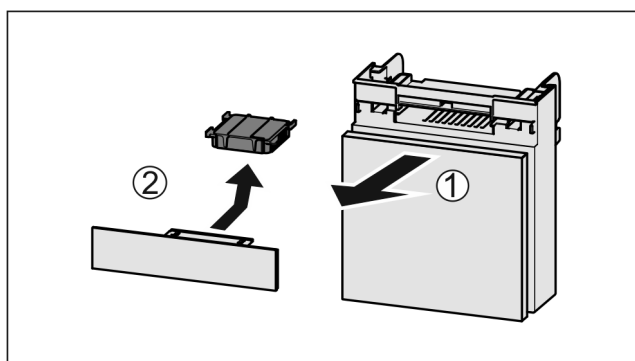

Fig. 56
- ▶ Extraire le compartiment par l'avant Fig. 56 (1).
- ▶ Sortir le filtre à charbon actif Fig. 56 (2).